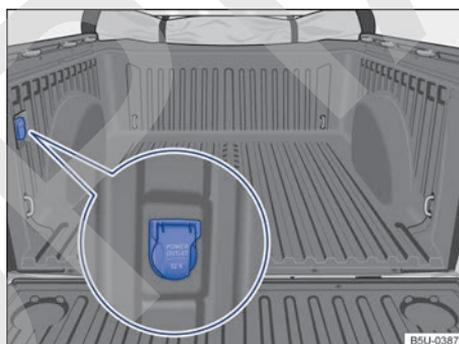

Fig. 106 Compartimento de carga: toma de corriente 12 V.
- La toma de corriente 12 V se puede encontrar en la parte interior del compartimento de carga → fig. 106 (dependiendo de la versión del vehículo puede no estar disponible).